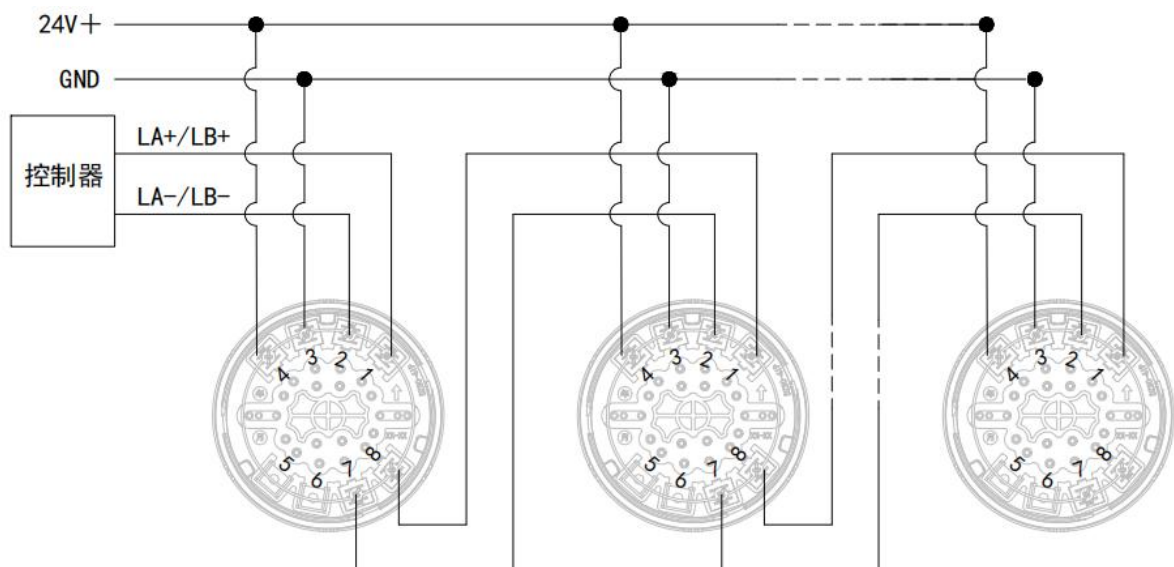

图 2 支路接线方式底座接线图
- 支路接法：端子 1、2 接回路总线 LA+/LA-或 LB+/LB-，区分极性；端子 7、8 为出线接下一底座的端子 2、1；V（端子 4）、G（端子 3）分别接电源线 DC24V 的 24V+和 GND，如图 2 所示：